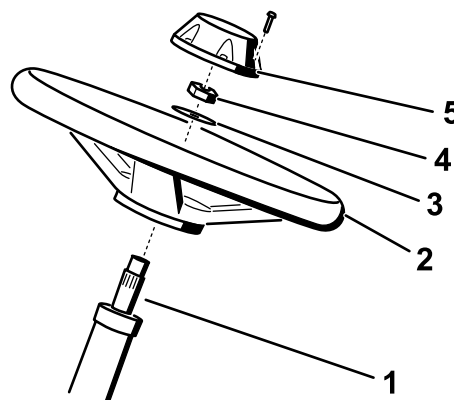

Figura 6
1. Aplique compuesto antigripante a la columna de dirección (**Figura 6**).
2. Instale el volante en la columna de dirección con la arandela y la contratuercas (**Figura 6**).
4. Instale el embellecedor en el volante (**Figura 6**).